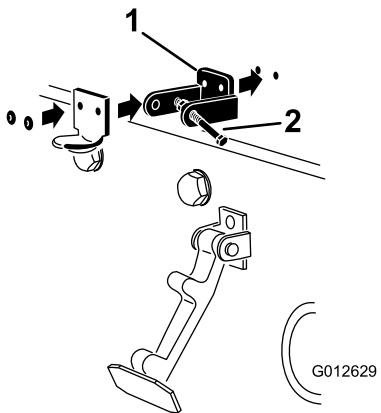

Figura 4
4. Alinee los orificios del soporte de la cerradura del capó, el soporte del cierre para CE y el capó, tal y como se muestra en la Figura 4.
- Nota:** Alinee el soporte del cierre para CE contra el capó (Figura 4). No retire el perno y la tuerca de los brazos del soporte del cierre para CE.
6. Remache los soportes y las arandelas en el capó (Figura 4).